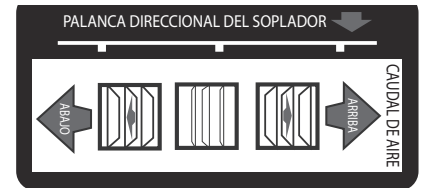

Figura 5
2. Mueva la palanca hacia la izquierda para direccionar el flujo de aire hacia abajo o hacia la derecha para direccionar el flujo de aire hacia arriba. Consulte la Figura 5.